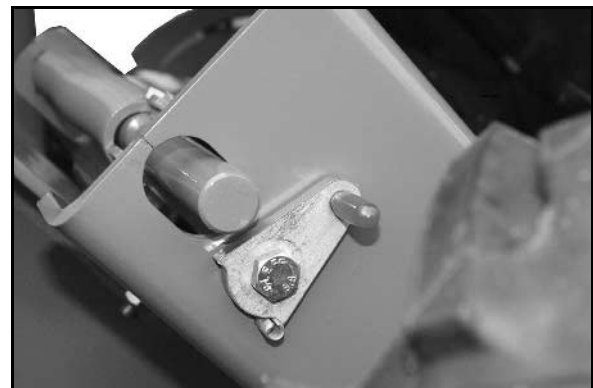

Fig. 29
2. Sicherungshebel entsprechend Fig. 29 verschwenken.